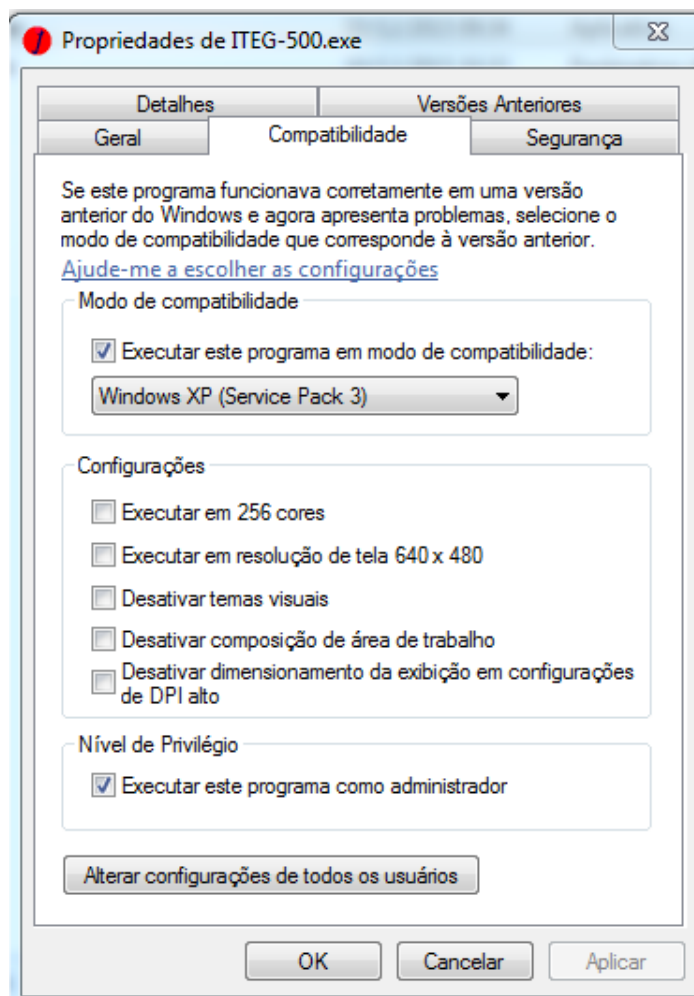

Figura 3: Compatibilidade
- 3) Coloque na aba “Compatibilidade”, então selecione compatibilidade com Windows XP sp3 e Coloque para executar como administrador, como mostrado na figura 3 abaixo: